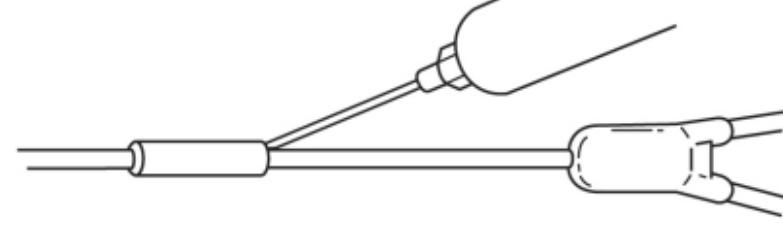

Fig. 9
9. Iniettare adesivo in entrambe le estremità del manicotto. (Fig. 9) Rimuovere l'adesivo in eccesso.